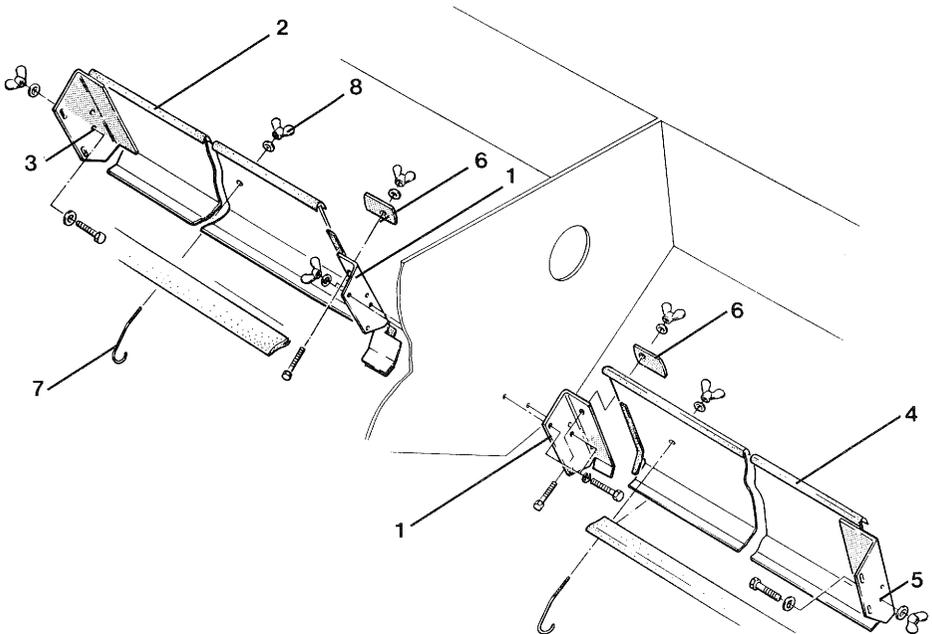

Fig. 64
- Visser la partie centrale (fig. 64/1) sur la tôle médiane de la trémie.
- Visser le réducteur de capacité côté droit (fig. 64/2) avec la vis 6 pans 2 rondelles et l'écrou à ailettes sur la paroi extérieure droite de la trémie. Utiliser le perçage (fig. 64/3).
- Visser de la même manière, le réducteur de capacité côté gauche (fig. 64/4) sur la paroi extérieure gauche de la trémie. Utiliser le perçage (fig. 64/5) à l'extérieur de la paroi latérale de la trémie.
- Assembler les deux réducteurs de capacité au centre de la trémie en utilisant la pièce d'assemblage (fig. 64/6) du support central.